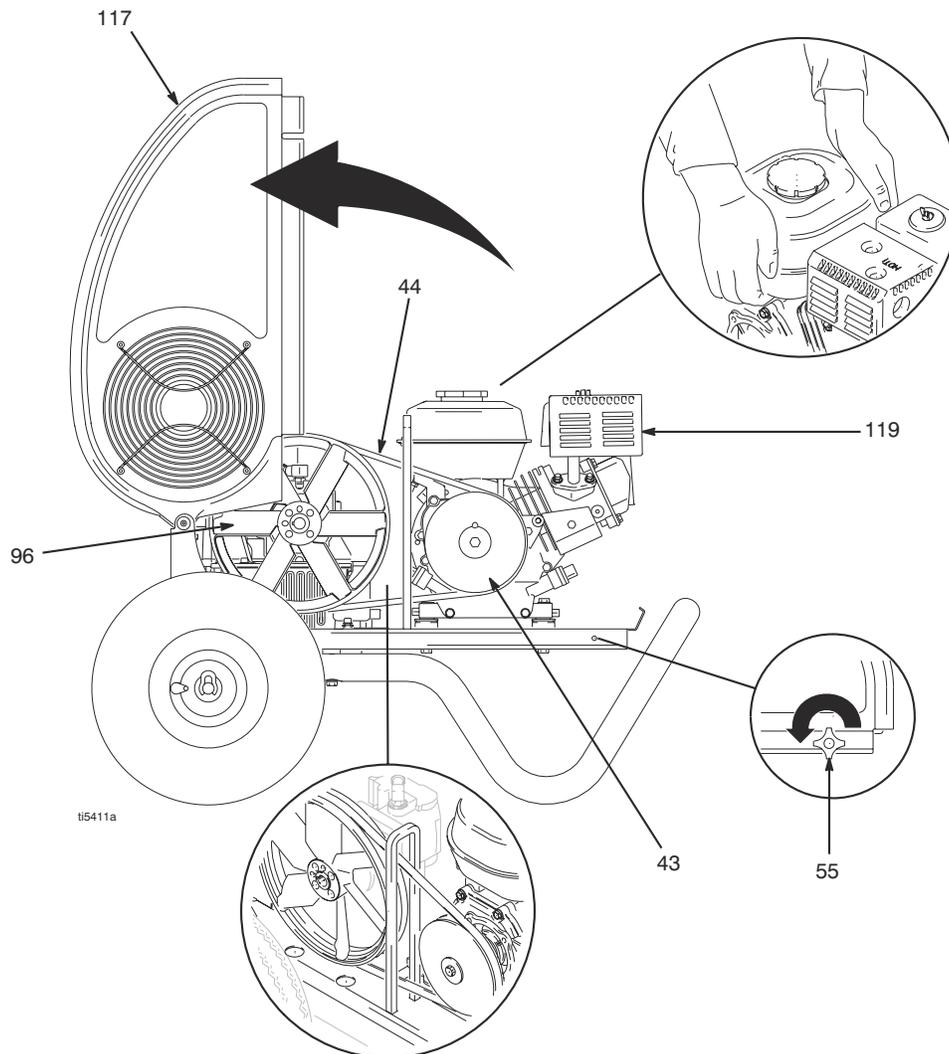

FIG. 3
1. Fig. 3. Allentare la manopola della protezione della cinghia (55).
2. Ruotare la protezione della cinghia (117) verso l'alto.
3. Sollevare il motore (119) verso l'alto per allentare la cinghia (44).
4. Rimuovere la cinghia dalla puleggia (43) e la puleggia della ventola (96).